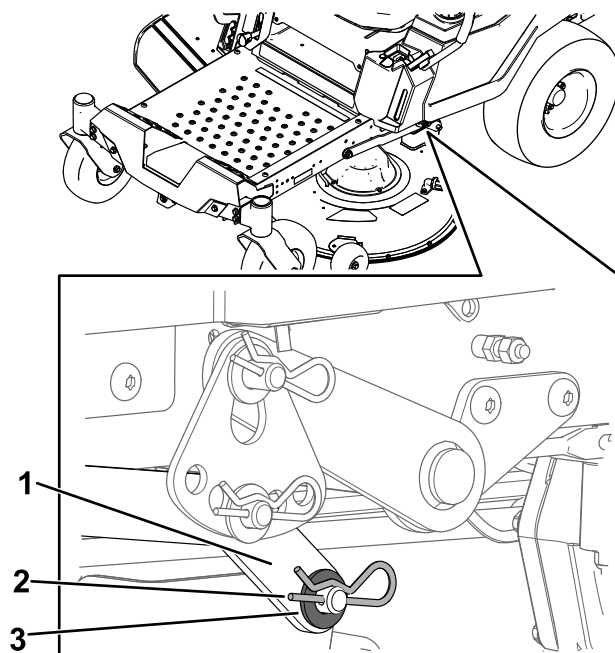

Figure 72
6. D'un côté de la machine, retirez la rondelle et la goupille fendue de l'axe du plateau (Figure 72).
7. Déposez le bras de levage de l'axe du plateau (Figure 72).
5. D'un côté de la machine, soulevez l'arrière du plateau de coupe et installez le bras de levage sur l'axe du plateau (Figure 72).
6. Installez le bras de levage avec la rondelle et la goupille fendue (Figure 72).